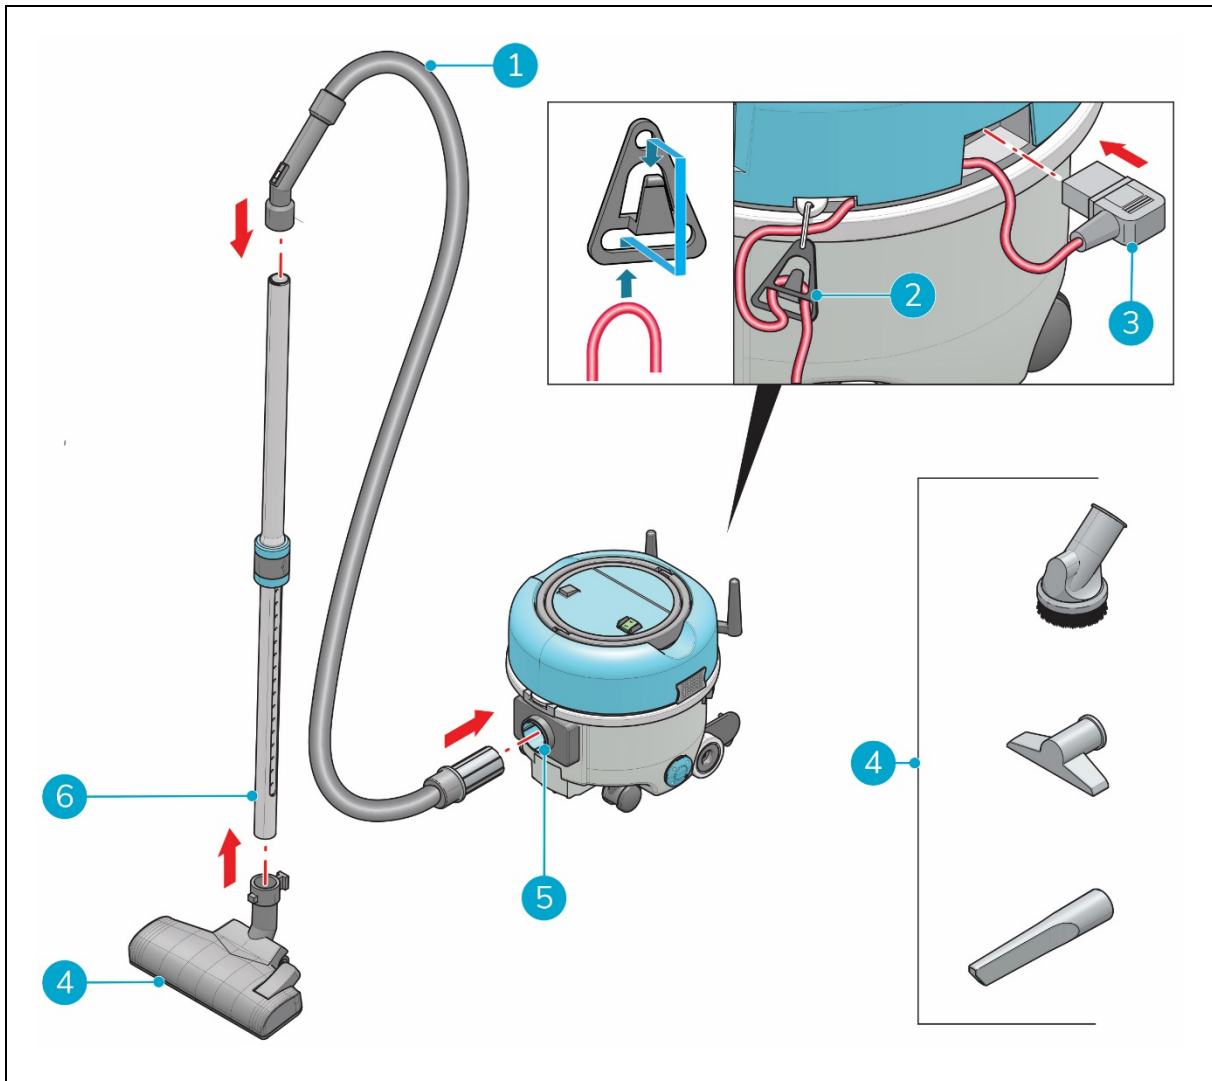

Abbildung 8
1. Führen Sie das Netzkabel mit einer Reserve von ca. 10 – 12 cm durch die Zugentlastung (Abb. 8, Pos. 2).
2. Stecken Sie den Netzstecker (Abb. 8, Pos. 3) in die Buchse.
3. Setzen Sie den Schlauch (Abb. 8, Pos. 1) in den Schlauchanschluss (Abb. 8, Pos. 5) ein.
5. Führen Sie den Schlauch in das Rohr ein (Abb. 8, Pos. 6).
6. Bringen Sie die benötigte Düse (Abb. 8, Pos. 4) am Rohrende mit dem größeren Durchmesser an.